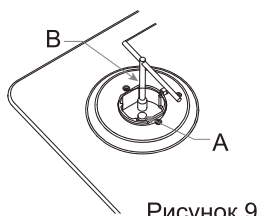

Рисунок 9
2. Снимите детали горелки “В” и подставки для кастрюль (Рис. 9).
3. Снимите форсунки “А” (Рис. 9) торцевым гаечным ключом и замените на соответствующие форсунки.